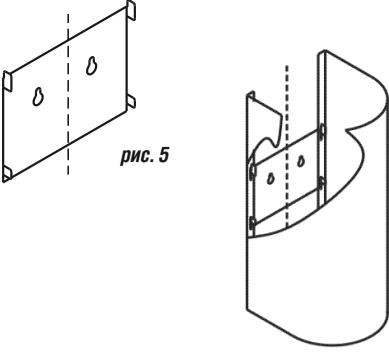

рис. 5
6.2.1 Для кухонной вытяжки Омега комплект из двух телескопических фальштруб, поэтому верхнюю фальштрубу предварительно навесьте на кронштейн (рис. 5) и выдвиньте на нужную высоту.